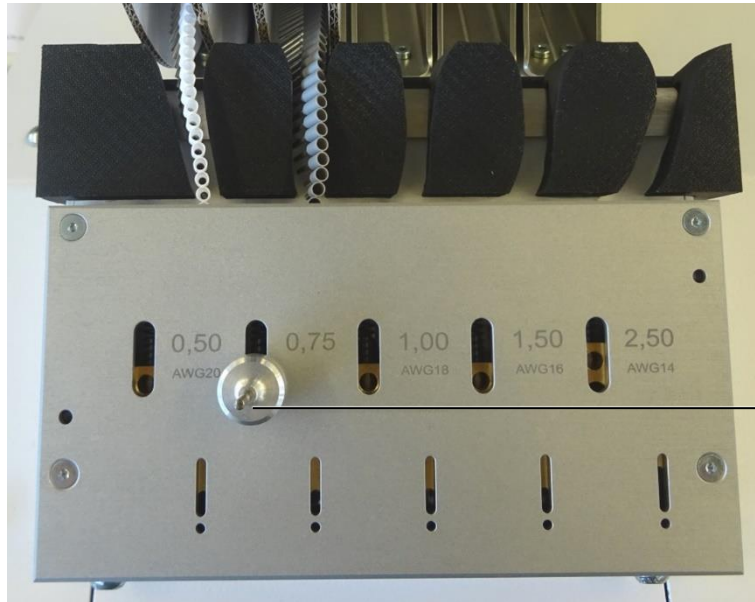

Fig. 10: Fikseringsstift øverst
- Sæt fikseringsstiften med den store diameter ind i den øverste åbning (fig. 10, pos. 1) på transportenheden.